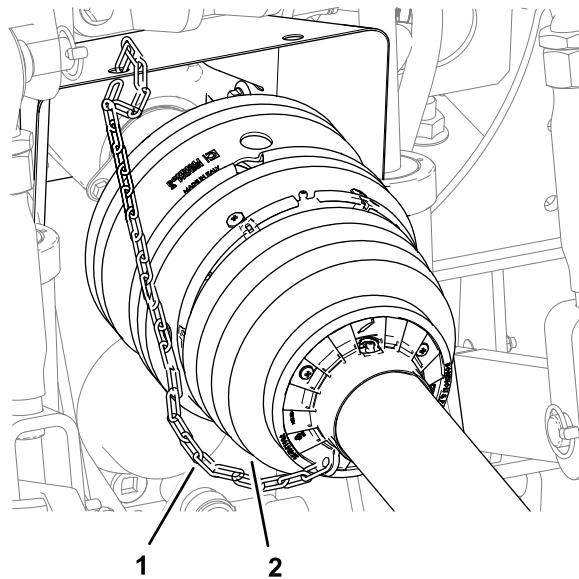

Figura 13
5. Controllate che la catena di fissaggio sia montata tra la protezione dell'albero della PDF anteriore e una parte stazionaria del veicolo di traino (Figura 13).